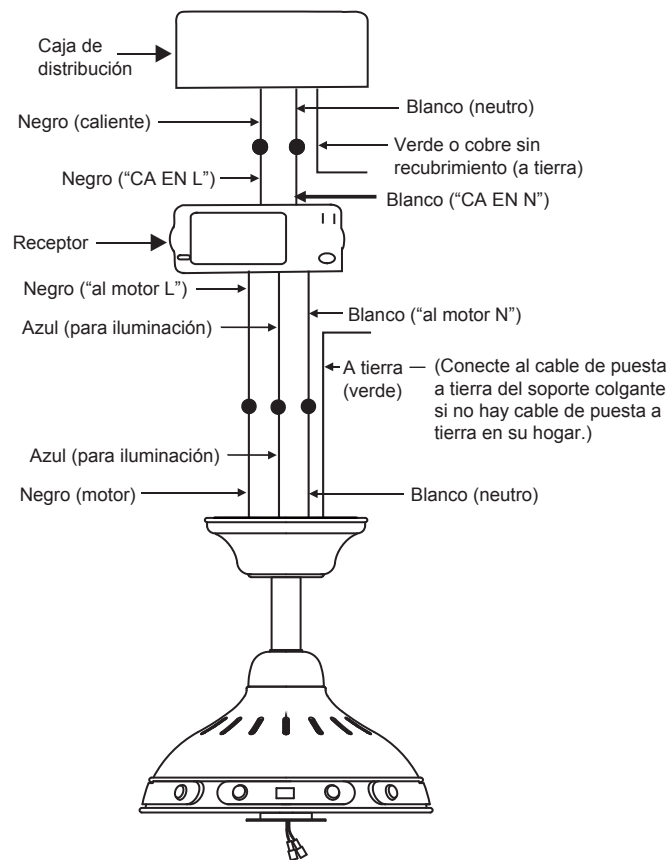

Fig. 14
Paso 2. Conexiones eléctricas del motor al receptor: (Fig. 14)
Paso 3. (Fig. 14) Conexiones eléctricas del receptor a los cables de alimentación del hogar: Conecte el cable negro (caliente) del cielorraso al cable negro marcado como "AC in L" (CA en L) del receptor. Conecte el cable blanco (neutro) del cielorraso con el cable blanco marcado como "AC in N" (CA en N) del receptor. Asegure las conexiones de cables con las tuercas plásticas para cable proporcionadas.